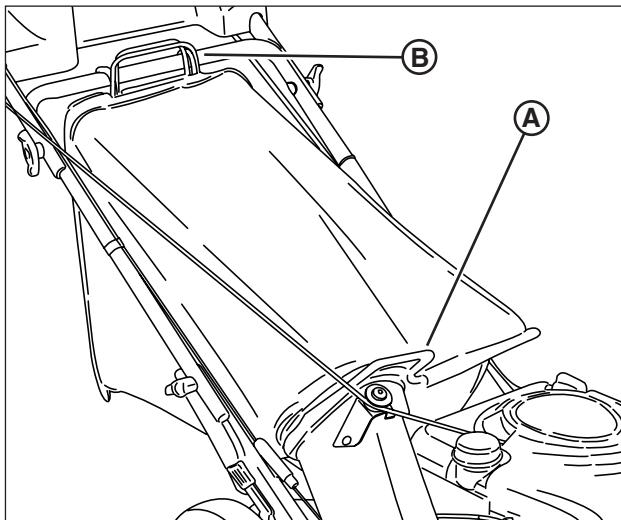

Figure 12 : Installation du sac de ramassage
2. Installer le sac de ramassage en glissant le connecteur (**A**, Figure 12) par-dessus la bride de l'adaptateur.